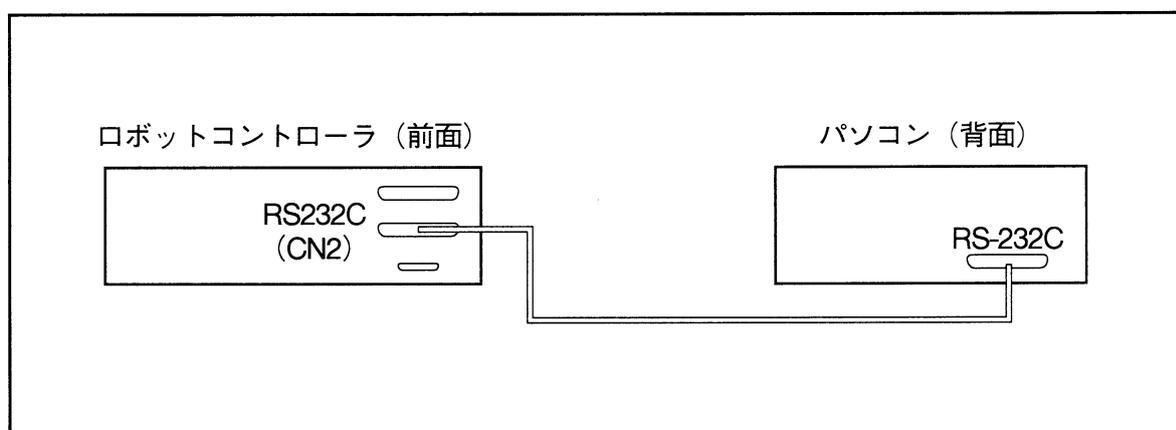

図4-8 通信ケーブルの接続
- ②図4-8に示すように通信ケーブルをコントローラの「RS232C」コネクタ (CN2) とパソコンのRS-232Cコネクタに接続してください。